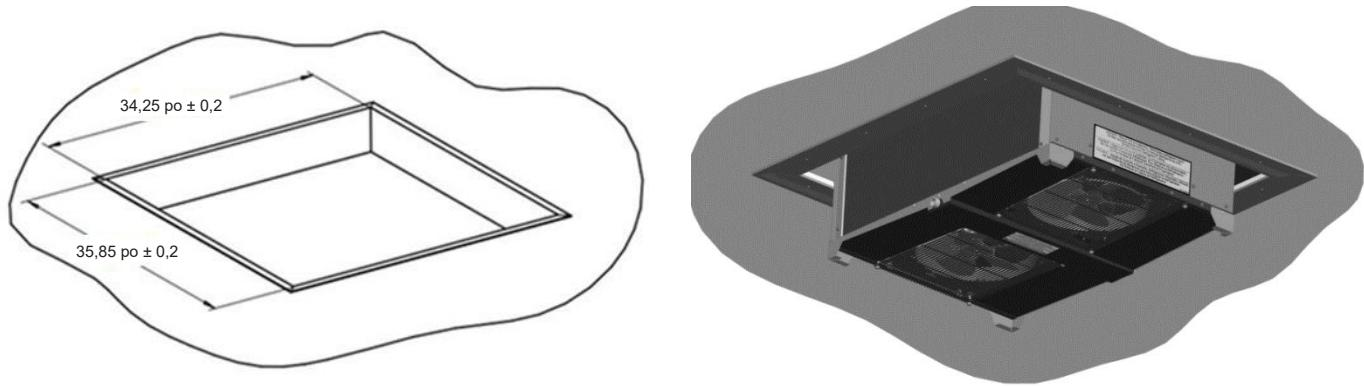

Figure 7 – Dimensions de l'ouverture pour l'installation (en pouces) et suggestion d'assemblage des garnitures
- Plafond de la chambre froide – Dans cette configuration, l'appareil est monté sur le plafond de la chambre froide, dans l'ouverture du toit montrée dans la Figure 7. La structure de la chambre froide doit être renforcée de manière à supporter le poids du système.